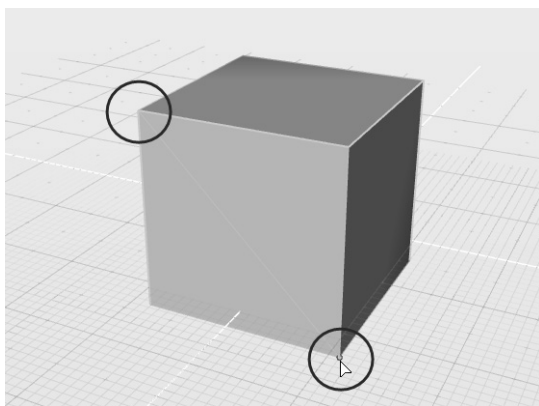

图 6-57 对某一个面进行对角线分割
- 2) 激活“分割面”工具 , 依次单击图 6-57 所示的两个顶点, 按空格键确认, 可将该面分割成两个三角形面。